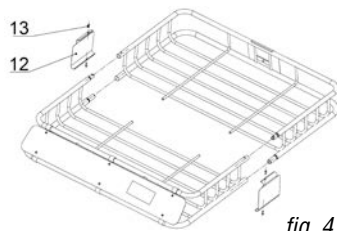

fig. 4
4. Fixez les plaques latérales (n° 12) et retenez chaque côté au moyen de deux vis M6*16 (n° 13) (fig. 4).
6. Glissez la plate-forme avant (n° 5) dans la plate-forme arrière (n° 1) jusqu'à ce que les quatre parties du cadre soient bien en contact (fig. 4).
7. Fixez les plaques latérales (n° 12) et retenez chaque côté au moyen de deux vis M6*16 (n° 13) (fig. 4).